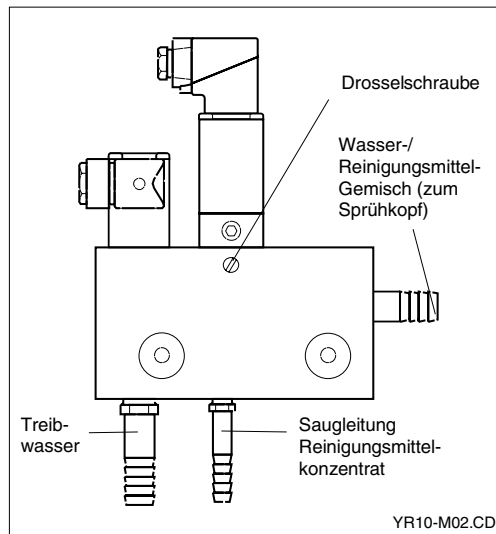

Bild 4.7 Injektor CYR 10
Das Mischungsverhältnis kann mit Hilfe einer Drosselschraube eingestellt werden, siehe Bild 4.6. Der Einfluss von Treibwasserdruck und Mediumsgegendruck ist in Bild 4.7 dargestellt.
- Der Vordruck des Treibwassers sollte 2 ... 12 bar betragen (siehe Kennliniendiagramm, Bild 4.7).